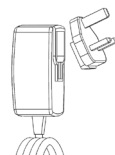

Fig. 3 - Adaptador de CA
- Cargador, acompañado de numerosas clavijas adaptadoras para distintos países (fig. 3).